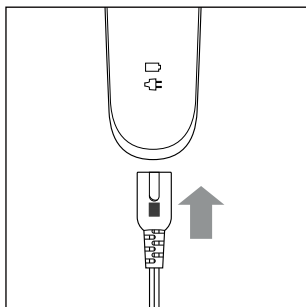

Fig. 1
- 2) Raccordez la fiche creuse **9** de l'adaptateur secteur **8** avec l'appareil (voir fig. 1).